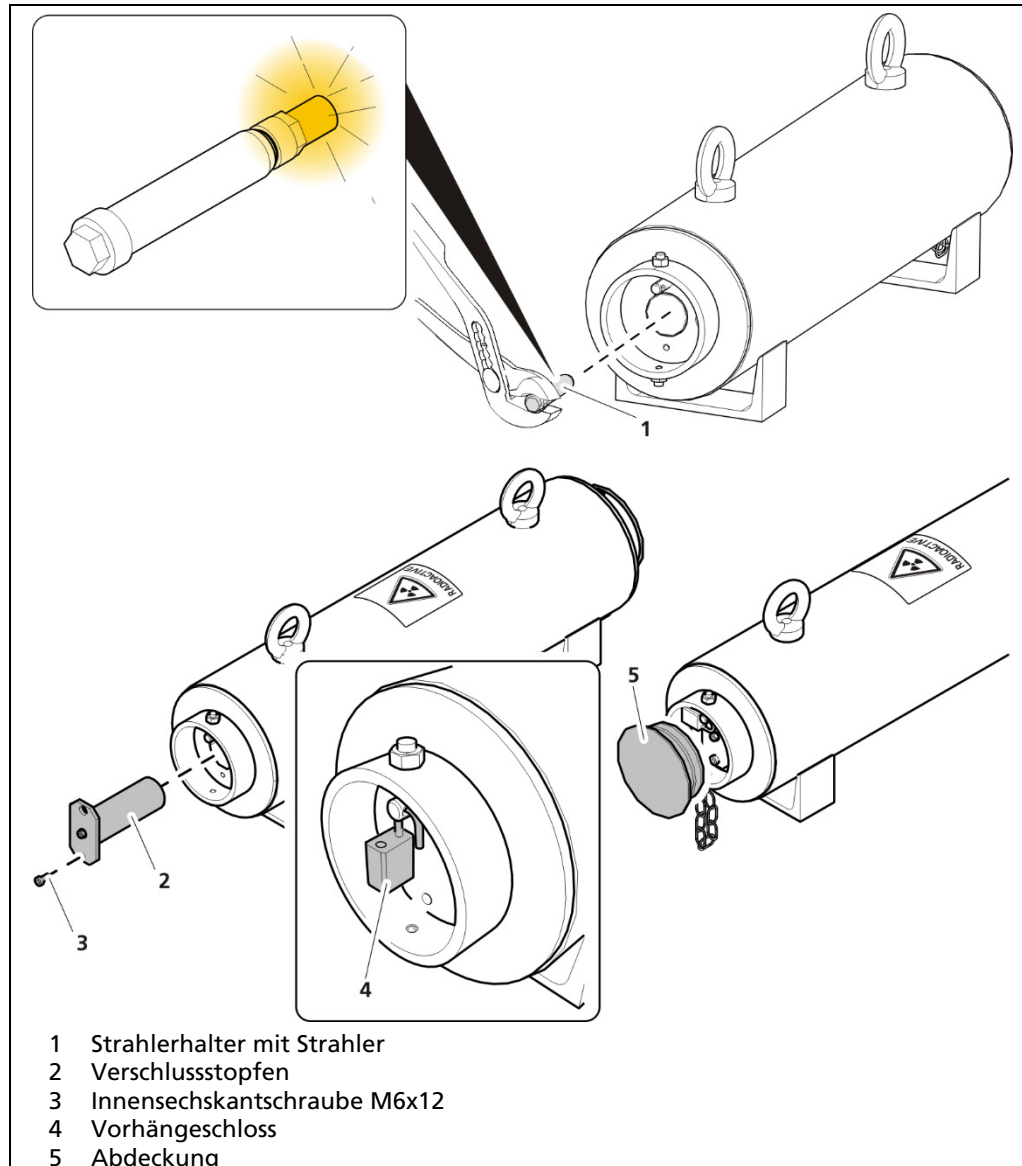

Abb. 5 Punktstrahler einsetzen
1. Setzen Sie den Strahlerhalter mit Strahler (Abb. 5, Pos.1) schnellstmöglich in die Abschirmung ein.
2. Bringen Sie den Verschlussstopfen (Abb. 5, Pos.2) an und verschrauben ihn mit einer Innensechskantschraube (Abb. 5, Pos.3)
3. Bringen Sie das Vorhängeschloss (Abb. 5, Pos.4) an.
4. Bringen Sie die Abdeckung (Abb. 5, Pos.5) an.